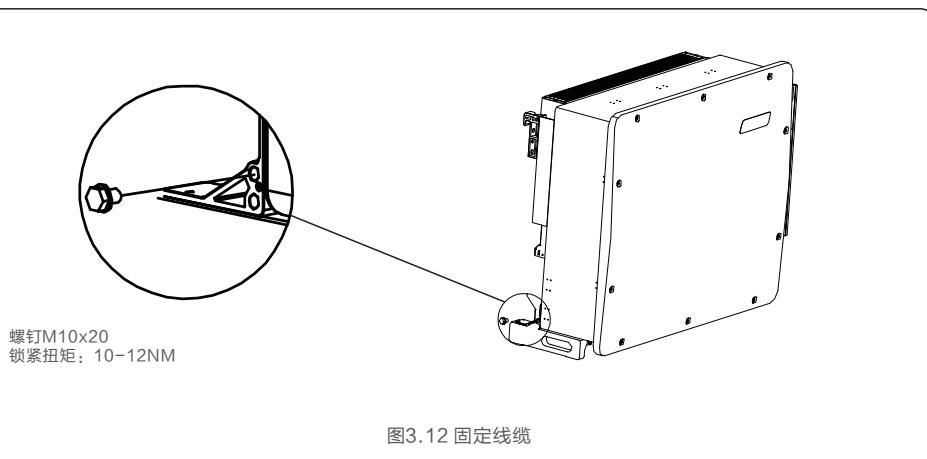

图3.12 固定线缆
6. 将接地线连接到散热器上的接地点，并拧紧接地螺栓，扭矩为10–12Nm（参见图3.12）。